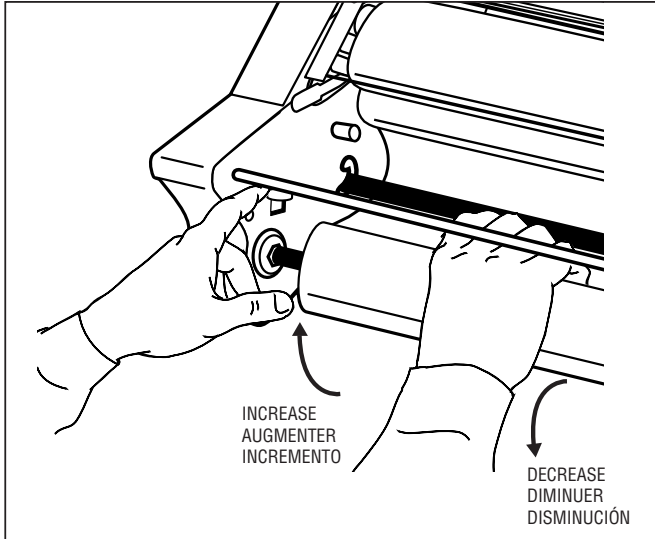

Figure 10
1. To adjust the bottom brake. Push and hold the brake lever, (Figure 10), located on the left side frame by the roll of film. Rotate the roll of film until the lever engages the internal mechanism.
2. Refer to Figure 10 for the proper rotation of the film to increase or decrease the tension.
1. Pour ajuster le frein inférieur, poussez et maintenez le levier de frein (figure 10) situé sur le côté gauche du châssis, près de la bobine de film. Faites tourner la bobine jusqu'à ce que le levier enclenche le mécanisme interne.
2. Reportez-vous à la figure 10 pour augmenter ou diminuer la tension et assurer une bonne rotation de la bobine de film.